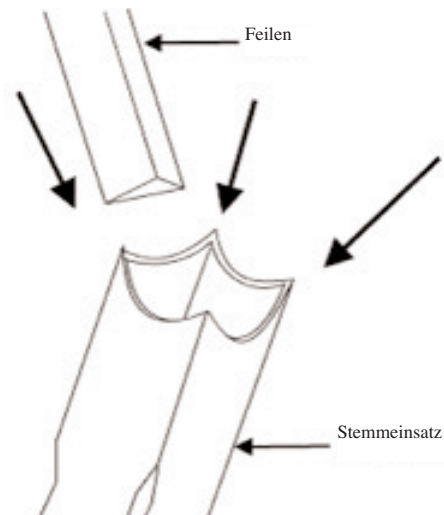

Abbildung 9
3. Zur Bearbeitung der inneren Ecken des Stemmeinsatzes verwenden Sie eine kleine, glatte Dreieckfeile. Siehe Abb. 9.